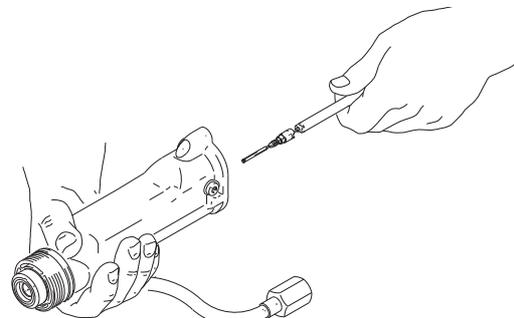

FIG. 28. Materialnadel ersetzen
8. Die Materialnadeleinheit in den Pistolenlauf installieren. Die Oberseite der Nadel ggf. mit dielektrischem Schmiermittel einschmieren. Mit dem 2-mm-Kugelschlüssel (46) auf die Nadel drücken und festziehen. Siehe hierzu FIGURE 28.
9. Die Feder (5) einbauen.
10. Die Federkappe (31) anbringen. Dabei darauf achten, dass die Erdungsfeder (6) an ihrem Platz ist. Passgenau eindrehen. **Nicht zu fest anziehen.**
11. Den Lauf (1) einbauen (siehe Seite 35).